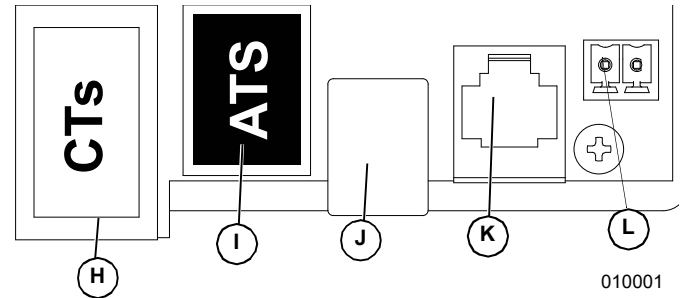

Figura 5-9. Puertos auxiliares
2. Consulte la **Figura 5-9**. Conecte el cable Cat 5 al conector de entrada de CT (H).